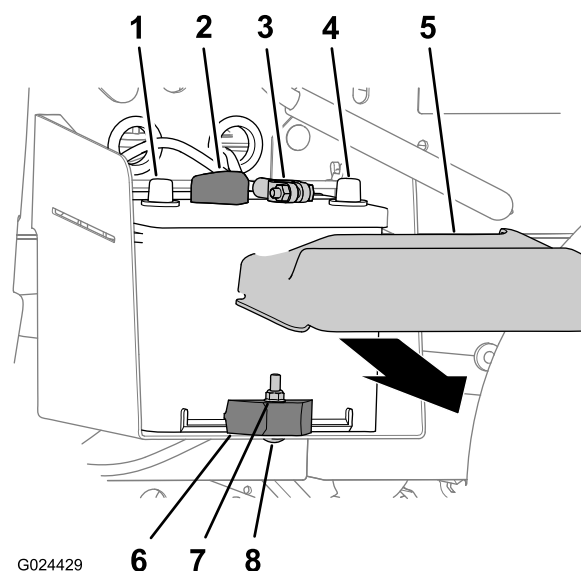

Figure 49
1. Appuyez de chaque côté du couvercle de la batterie et enlevez le couvercle en haut de la batterie (Figure 49).
2. Débranchez le câble négatif de la borne de la batterie (Figure 49).
3. Débranchez le câble positif de la borne de la batterie (Figure 49).
- Retirez le contre-écrou, le boulon de carrosserie et la barrette qui fixent la batterie à son support (Figure 49).
- Enlevez la batterie de son support (Figure 49).
- Alignez la batterie sur son support sur la machine (Figure 49).
Remarque: Vérifiez que les bornes positive et négative de la batterie sont alignées comme montré à la Figure 49.
- Fixez la batterie à son support au moyen de la barrette de maintien, du boulon de carrosserie et du contre-écrou (Figure 49).
- Branchez le câble positif à la borne de la batterie (Figure 49).
- Branchez le câble négatif à la borne de la batterie (Figure 49).
- Reposez le couvercle au sommet de la batterie (Figure 49).